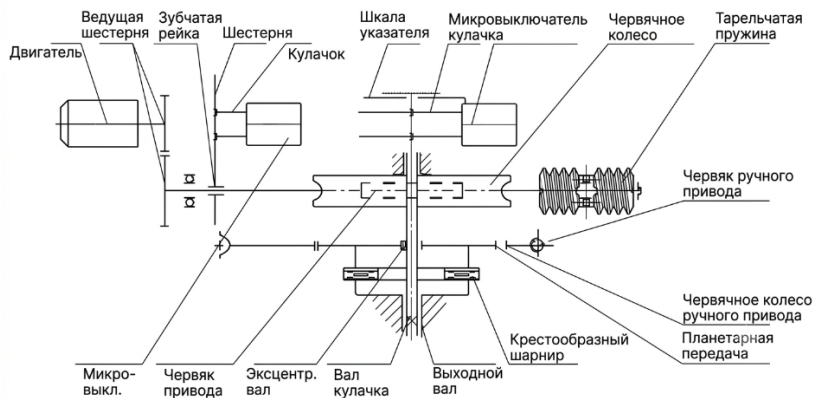

Рис. 6. Кинематическая схема поворотного привода (FQ)
**Состав:** электродвигатель, редуктор, контроллер хода, контроллер момента, указатель положения, прецизионный потенциометр, маховик ручного управления, механические ограничительные винты. Стандартное исполнение имеет цилиндрический центрирующий пояс и уплотнение О-кольцом; взрывозащищённое исполнение сохраняет ту же конструкцию уплотнений, но дополнено взрывозащищёнными поверхностями и взрывозащищённой клеммной коробкой. Кинематическая схема приведена на Рис. 6.